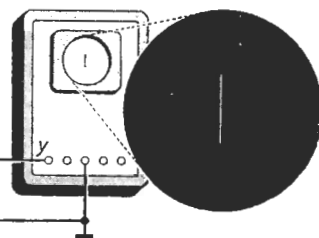

Fig. 54b
- Zet het X-kanaal van de oscilloscoop op „extern”. Regel de Y-versterking en de X- en Y-verschuiving tot de afbeelding volgens fig. 54b zichtbaar wordt.